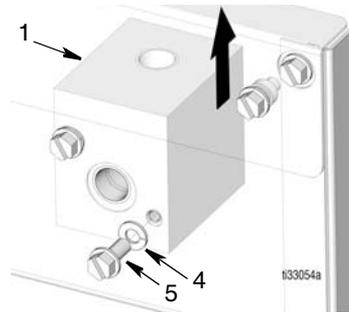

FIG. 22
7. Retirez les vis (5) et les rondelles (4) du collecteur (2). Levez le collecteur (2) vers le haut et hors du logement de la barre d'huile (FIG. 22).